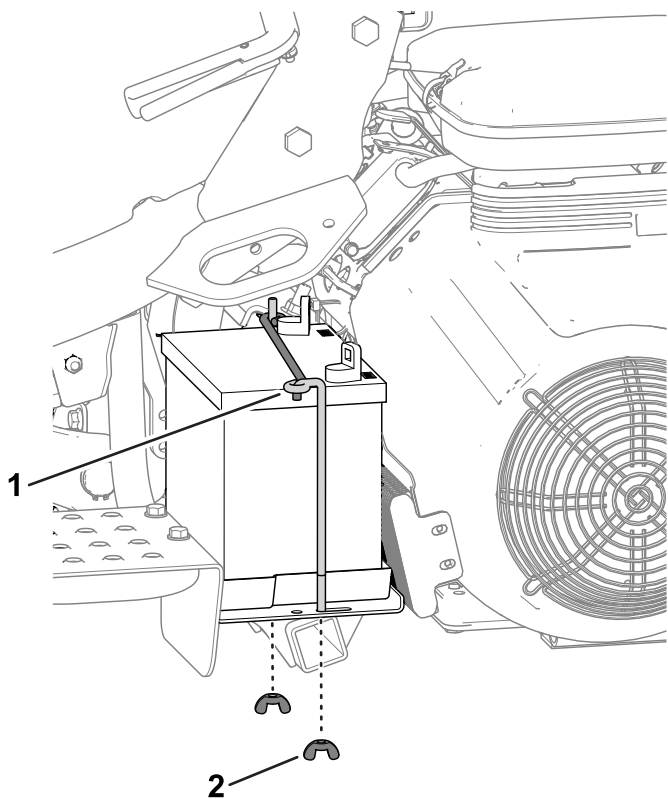

Bild 33
2. Entfernen Sie die Flügelmuttern und Stangen, mit denen der Akku an der Plattform befestigt ist (Bild 33), und heben Sie den Akku heraus.
5. Setzen Sie den Akku auf den Akkuträger und befestigen Sie diese mit den zuvor entfernten Stangen und Befestigungselementen (Bild 33).